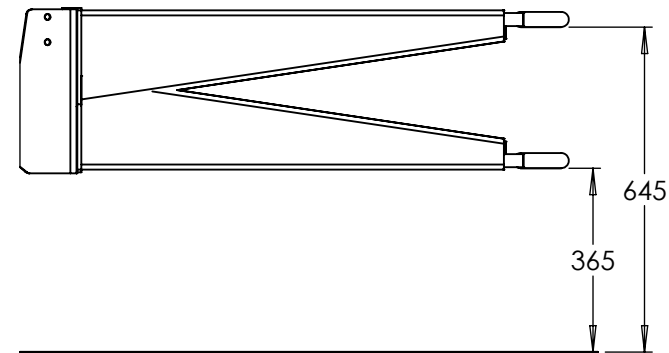

Fig. 6.2
Antes de acoplar la maquina al tractor retirar los brazos del tractor para evitar que golpeen en la barra de tiro (1). La máquina se acopla al tractor mediante el enganche para bulón del tractor. Ajustar en altura el propio enganche para bulón en el tractor (2). Tener en cuenta que la barra de tiro puede girarse en posición invertida (Ver Fig 6.2) para acomodarse al acoplamiento alto o bajo. El ajuste de altura se puede conseguir también con las tres posiciones existentes en la lanza en su conexión con la parte delantera del chasis (3). Existen tres tipos distintos de barras de tiro disponibles para esta máquina que ofrecen tres posiciones distintas de enganche al tractor dependiendo del acople del tractor: acoplamiento Estándar, acoplamiento Clevis, y acoplamiento elevado.